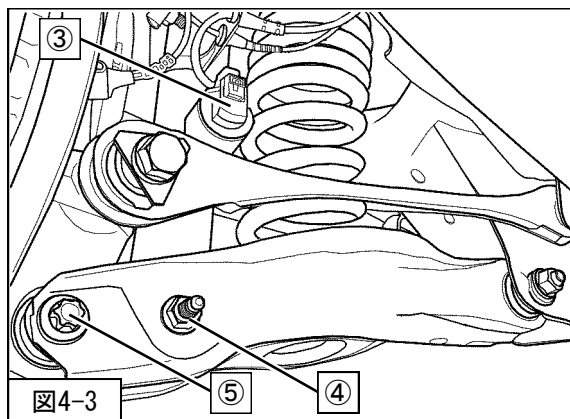

図4-3
4. 木片及びジャッキを使用し、リアサスペンションASSYロアアームNo. 2を支持し、⑤リアサスペンションASSYロアアームNo. 2取付ボルト・ナット ④リアショックアブソーバASSYロア取付ボルト・ナットを仮付けしてください。 (図 4-3)
5. ジャッキで支えながら、リアサスペンションASSYロアアームNo. 2が水平になるまで荷重を掛け、⑤リアサスペンションASSYロアアームNo. 2取付ボルト・ナット (締付トルク : 165N・m後→90° 締付) ④リアショックアブソーバASSYロア取付ボルト・ナット (締付トルク : 100N・m後→90° 締付) を締付けてください。 (図 4-3)
6. ③コネクターを取付けてください。 (図 4-3)